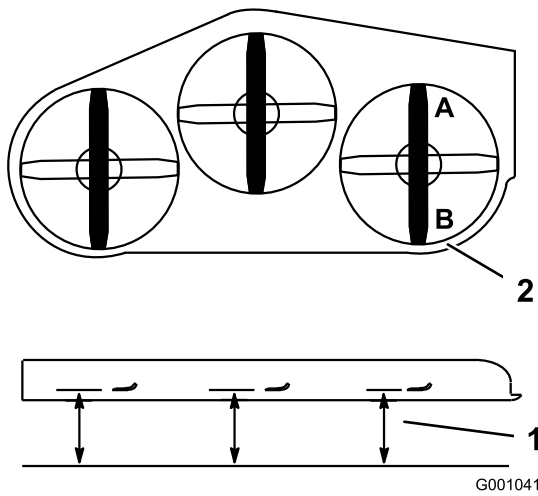

Figure 99
1. Tournez la lame **droite** dans le sens longitudinal (**Figure 99**).
2. Mesurez la distance au point **A** entre la surface plane et le tranchant de la pointe de la lame droite (Figure 99).
4. Mesurez la distance au point **B** entre la surface plane et le tranchant de la pointe de la lame droite (Figure 99).
6. La lame doit être plus basse de 6 à 10 mm au point **A** qu'au point **B** (Figure 99). Si ce n'est pas le cas, passez aux opérations suivantes.